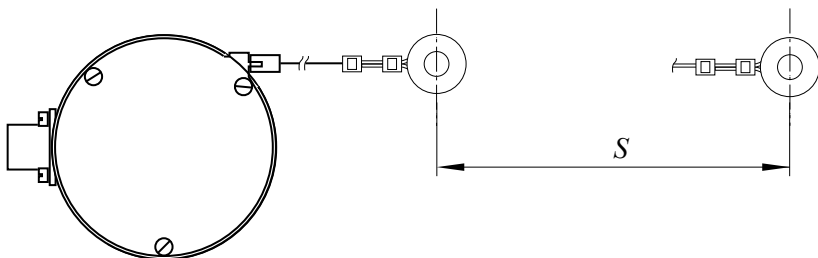

Рис. 1
- 4.1. Принцип действия преобразователя СИЭЛ–1672 показан на рис. 1: